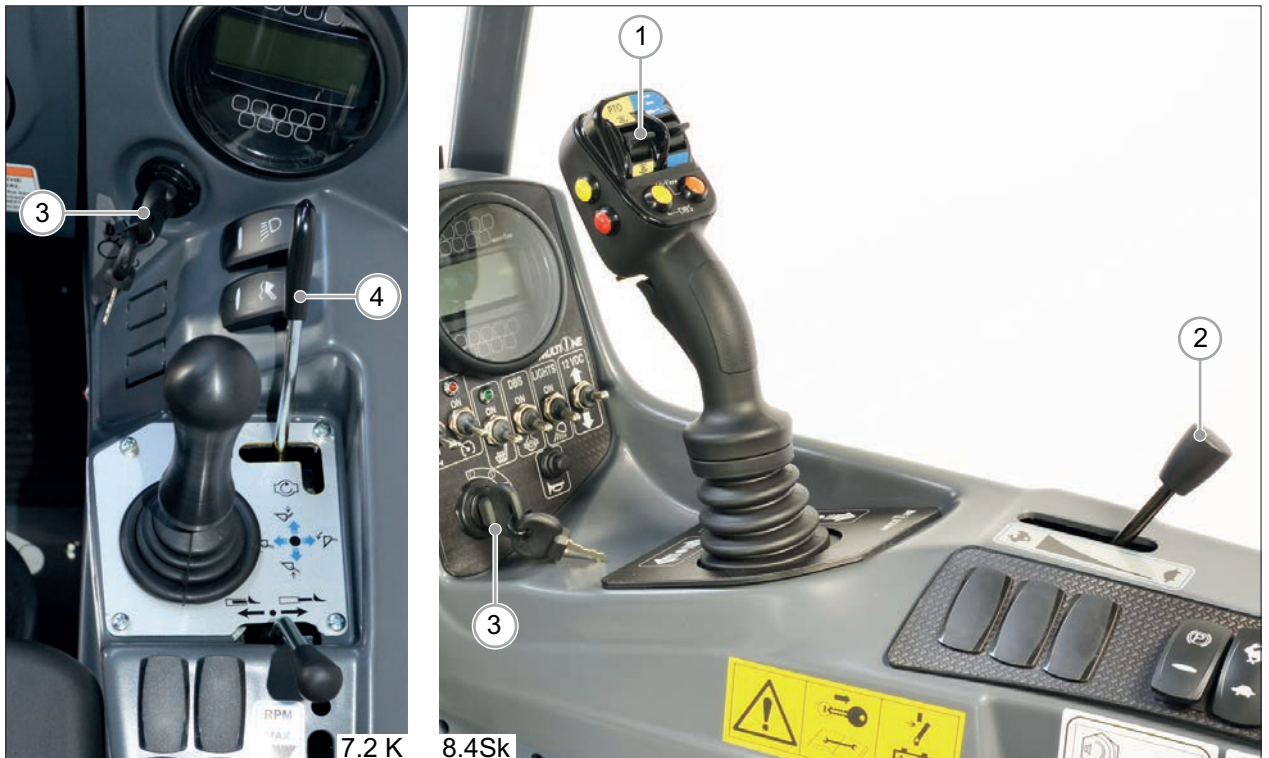

РИС. 27
- 1) Установите желтый селекторный переключатель (РИС. 27 – сс. 1) в поз. «Центр». В ином положении запуск машины **невозможен**. Для модели 7.2 ручка гидравлического выхода (РИС.27 - Сс.4) должна быть в центральной позиции.
- 2) Установите дроссель (РИС. 27 – Сс. 2) на минимум: поз. MIN.
- 3) Поверните ключ (РИС. 27 – Сс. 3) в поз. “PREHEAT” , чтобы активировать свечи накаливания минимум на 5 секунд.
- 4) Поверните ключ (РИС. 27 – Сс. 3) в поз. “ENGINE START”  на 2 секунды, если двигатель не запустился, отпустите кнопку и начните с шага 1).